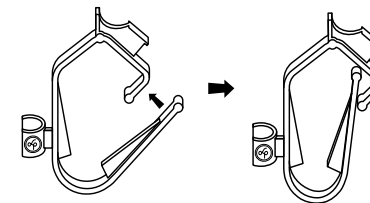

Рис. 3. Установка фиксатора.
- сложив фиксатор (6), как показано на рис. 3, наденьте его на свободный конец изливной трубки (5), закрепив в одном из гнезд (7), расположенных на модуле (1), либо на верхнем крае ёмкости для очищенной воды;